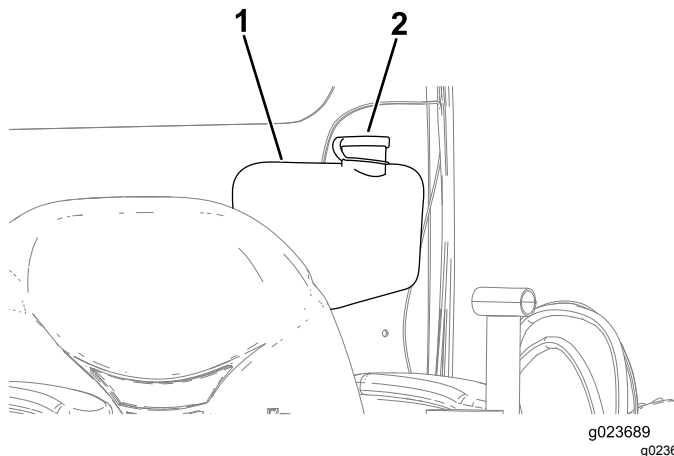

Figure 134
2. Ouvrez le bouchon du réservoir de liquide lave-glace (Figure 134).
3. Remplissez complètement le réservoir de liquide lave-glace (Figure 134).
4. Fermez le bouchon du réservoir de liquide lave-glace (Figure 134).